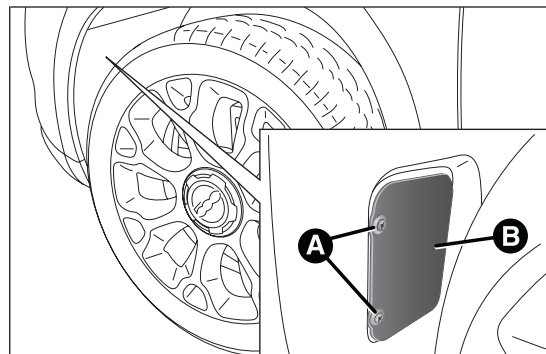

fig. 167
- ☐ svitare le viti A fig. 167 e rimuovere lo sportello B;